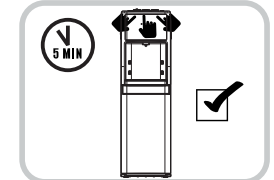

Fig.2
5. Conecte el dispensador al tomacorriente. Por favor revise antes las secciones de INSTRUCCIONES IMPORTANTES DE SEGURIDAD y GUÍA DE INSTALACIÓN. La unidad empezará a llenar los tanques de agua fría y caliente (esto tomará aproximadamente 5 minutos). Permita que el agua se asiente en los tanques de agua caliente y fría por lo menos 5 minutos. Presione en cada una de las llaves (caliente y fría) para confirmar que el agua está corriendo por la unidad. (Fig. 2).